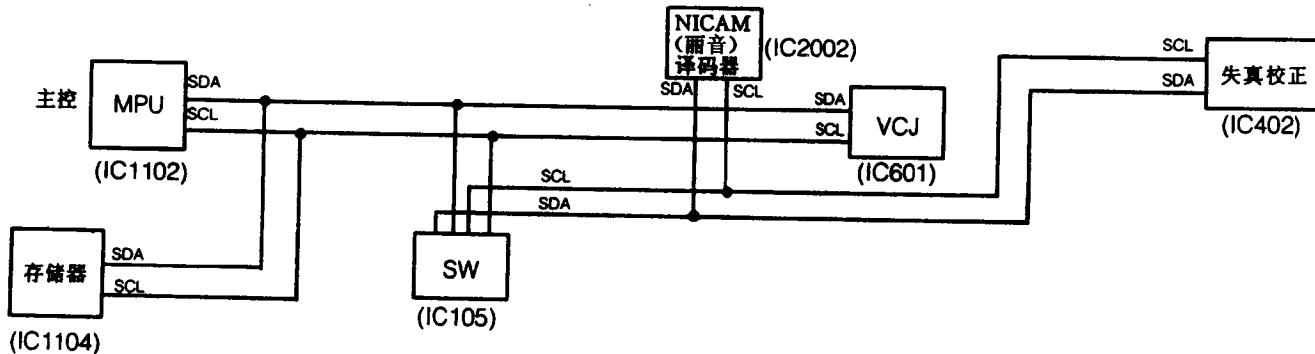

图 1.2.5
- ①如图 1.2.5 所示，各种控制功能都可经由 I²C 总线，自微电脑 IC1102 向 VCJIC601 发出。
- ②诸如位置、BT 电压、波段、AFC、跳跃、音量、重呼、电源及定时关机、维修模式设置、色彩设置、功能等等这样一些数据，都经由 I²C 总线从 EEPROM 中读出或存入。